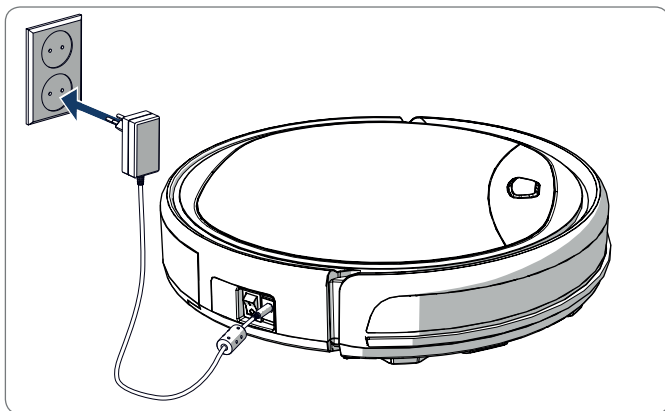

Figure 11 - Charger le robot directement avec l'adaptateur
- Avec l'adaptateur directement connecté au robot. Pour ce faire, insérez l'adaptateur dans le robot et branchez l'autre extrémité dans une prise de courant, voir Figure 11.